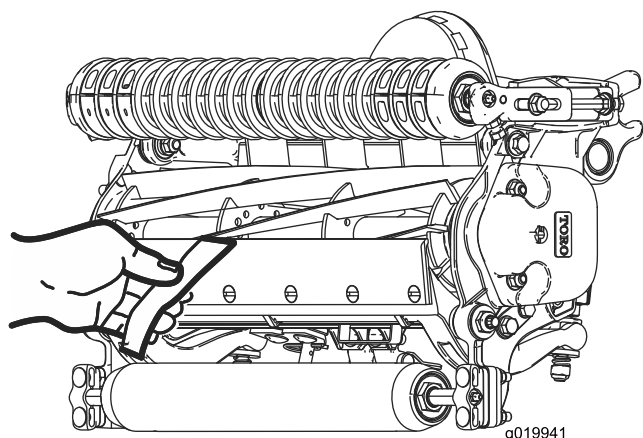

図 18
10. 切れ味確認用のペーパートロのパーツ番号 125-5610 を一枚、リールと下刃との間に、下刃に対して直角になるように差し入れて、カッティングユニットの切れ味をテストする 図 18。ゆっくりとリールを回転させるこれで紙が切れれば合格である。